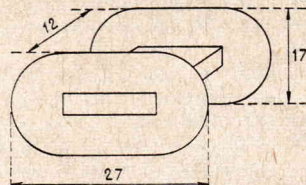

FIG. 6. — Carcasse de la bobine.
**2. Bobinage (Fig. 6) :** Enrouler serré sur la pièce A, plusieurs tours de papier kraft gommé (voir librairie) préalablement mouillé. Laisser sécher. Préparer 2 joues en carton mince très raide ou en bakélite 5/10. Le noyau étant sec, le sortir de A et couper avec pré-